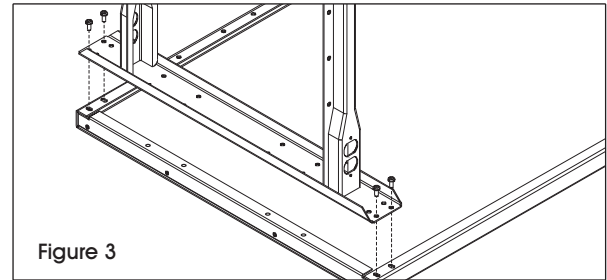

Figure 3
2. Alignez les trous de surface de table, des pieds et du profilé. Fixez avec quatre boulons. Quatre écrous à souder sont fournis pour chaque profilé. (Voir Figure 3)